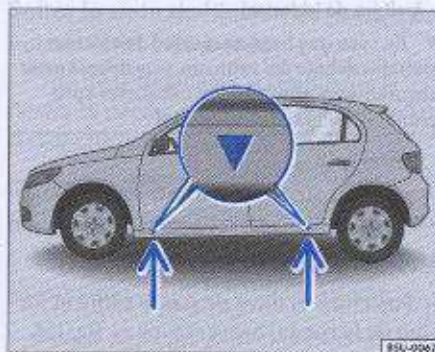

Fig. 129 Puntos de recepción del gato
1. Localice y posicione el gato en el punto de recepción ⇒ página 198, fig. 129 más cercano de la rueda que se pretende sustituir. ⇒ **⚠**. La figura muestra como ejemplo la localización de los rebajes en la carrocería de un Gol. Las localizaciones de los rebajes del Voyage obedecen al mismo concepto que se describe para el Gol.
El gato solo puede ser aplicado en los puntos de recepción indicados ⇒ página 198, fig. 129. Utilice siempre el punto de recepción más cercano de la rueda que se pretende sustituir.
- Posicione el gato bajo el punto de recepción correspondiente ⇒ página 198, fig. 129.